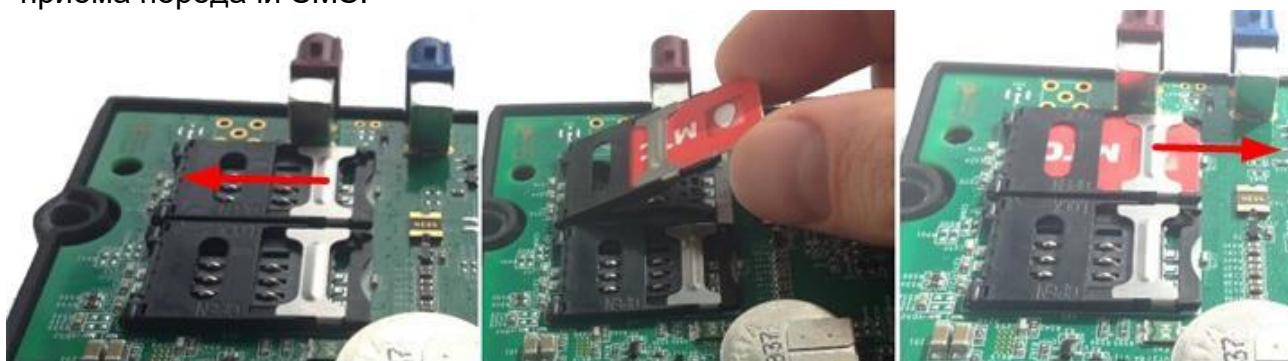

Рисунок 4.3. Установка SIM-карты
3. Установите SIM карту в слот для чего выполните следующие 3 пункта (рисунок 4.3).